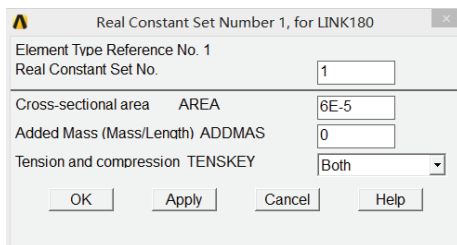

图 4-65 LINK180 单元实常数设置对话框
5) 选择 Main Menu | Preprocessor | Real Constants | Add/Edit/Delete 命令, 出现 Real Constants 对话框, 单击 Add 按钮, 出现 Element Type for Real Constants 对话框, 选择 Type 1 LINK180, 单击 OK 按钮, 出现 Real Constant Set Number 1, for LINK180 对话框, 在 Real Constant Set No. 输入栏中输入 1, 在 Cross-sectional area AREA 输入栏中输入 6E-5, 如图 4-65 所示, 单击 OK 按钮关闭该对话框。